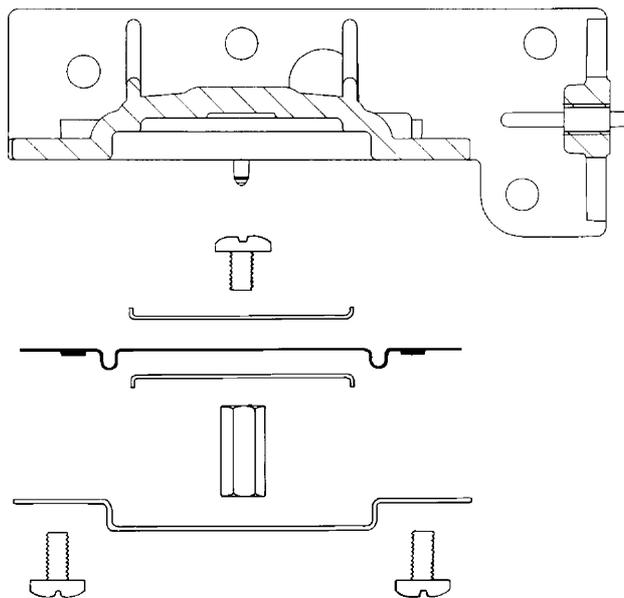

图24. 输入模块组件
3. 如图 24 所示, 把新的膜片 (件号 30B) 装到膜板上 (件号 30C), 确定膜片正确安放到了薄膜板之间后, 用螺钉 (件号 30F) 连接上膜片接头 (件号 30D)。